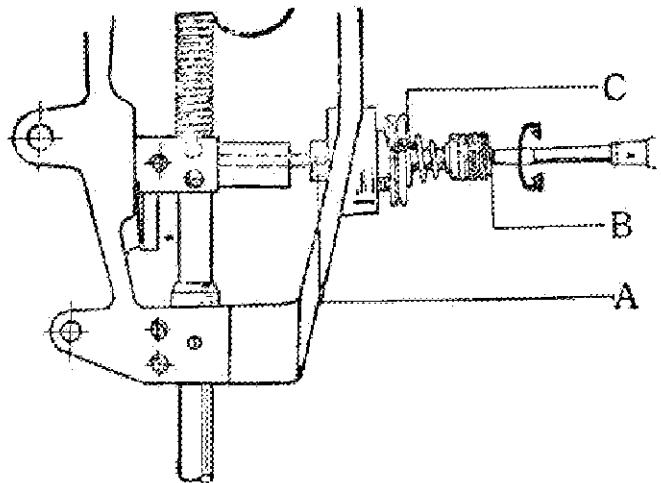

Рис. 23
5.1.1 Регулировка натяжения нитепрятгательной пружины (рис. 23)